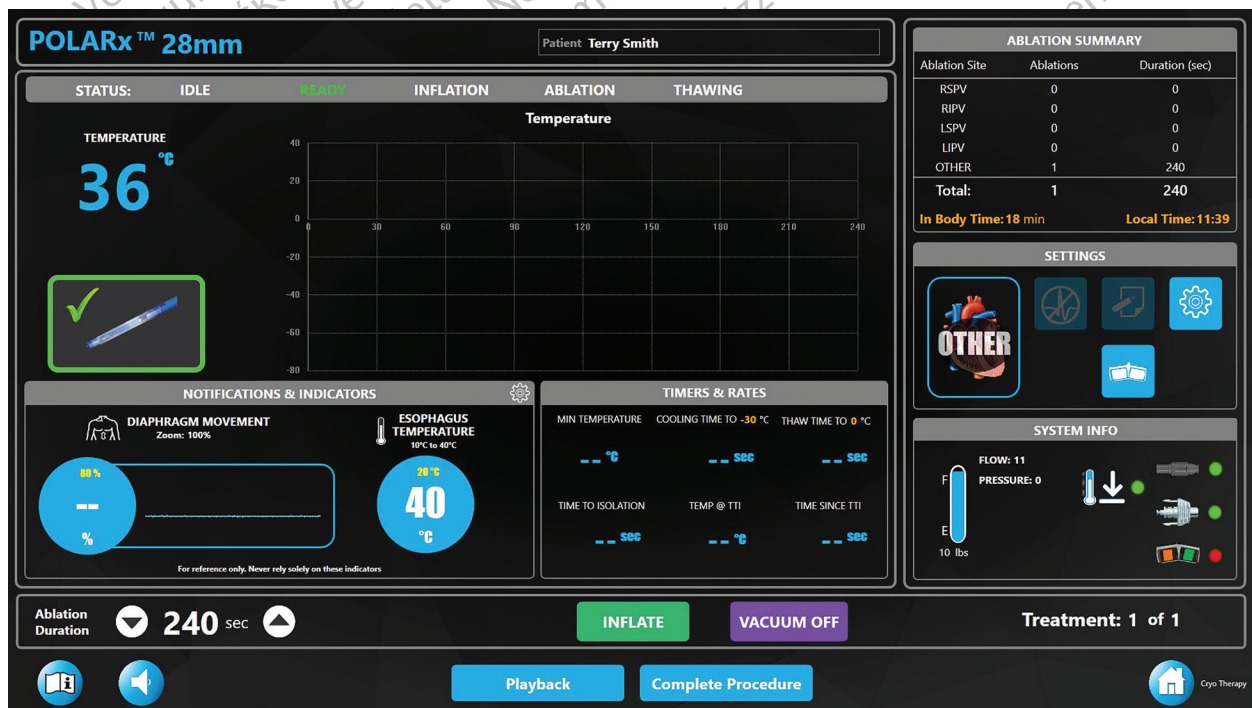

Figura 29. Estado **READY** (Pronto) após uma ablação
1. Quando o tratamento estiver concluído, prima o botão **Complete Procedure** (Procedimento concluído) no ecrã de Terapia (Figura 26 ou Figura 29).